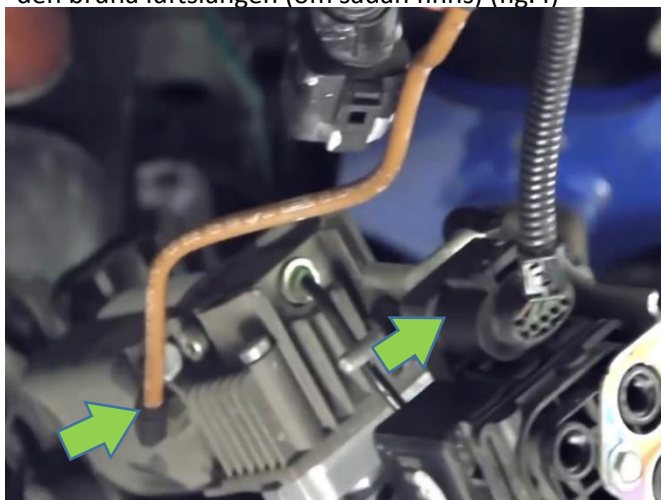

fig.4
7. Tag bort elanslutningen till ventilblocket. Tag bort den bruna luftslangen (om sådan finns) (fig.4)